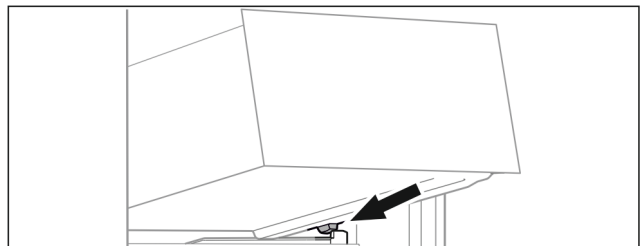

Fig. 76
- ▶ Schubfach schräg hinter den Stopperrn auf Behälterrippe aufsetzen. (siehe Fig. 76)